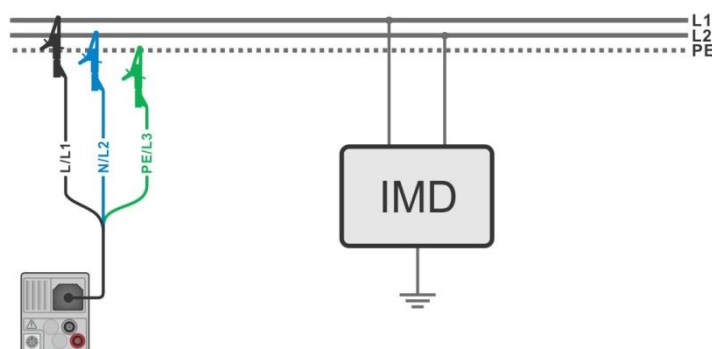
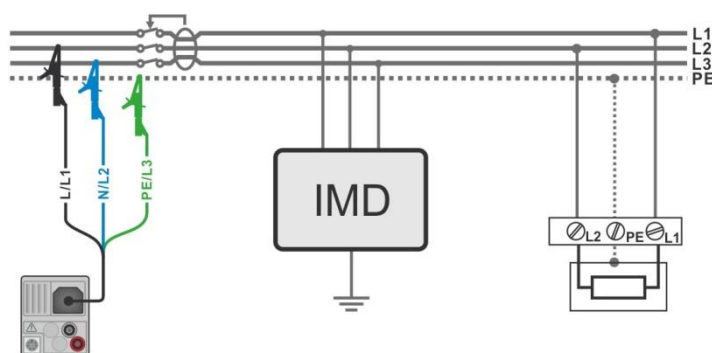

figura 7.56: Misura di corrente di dispersione di primo guasto con puntale 3 fili
figura 7.57: Misura della corrente di dispersione primo guasto per circuito protetto da differenziale con puntale 3 fili
- › Collegare puntali all'oggetto in prova, vedere **figura 7.56** e **figura 7.57**.